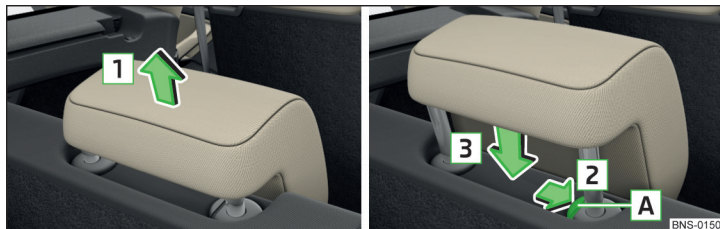

Fig. 102 Reglarea înălțimii tetierelor de pe al treilea rând de scaune
- Prindeți tetiera și deplasați-o **în sus** în sensul săgeții **1** » fig. 102.